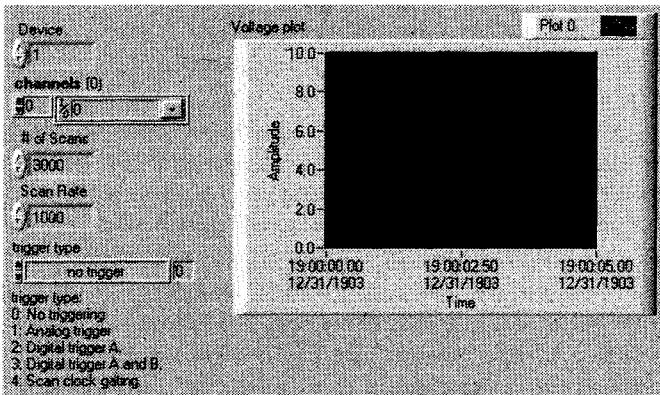

Рис. 11.41. Лицевая панель
2. Создайте лицевую панель, как показано на рис. 11.41. Элемент управления **тип триггера** (trigger type) является элементом с выпадающим меню, которое позволяет задать тип пускового устройства: